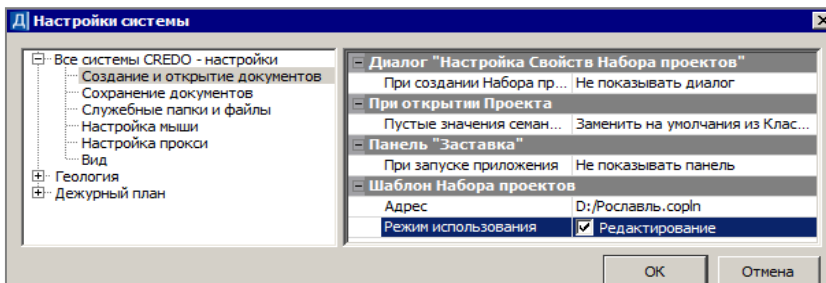

Рис. 3.21
- Шаблон НП можно использовать в двух режимах: в режиме чтения данных или в режиме редактирования (рис. 3.21).